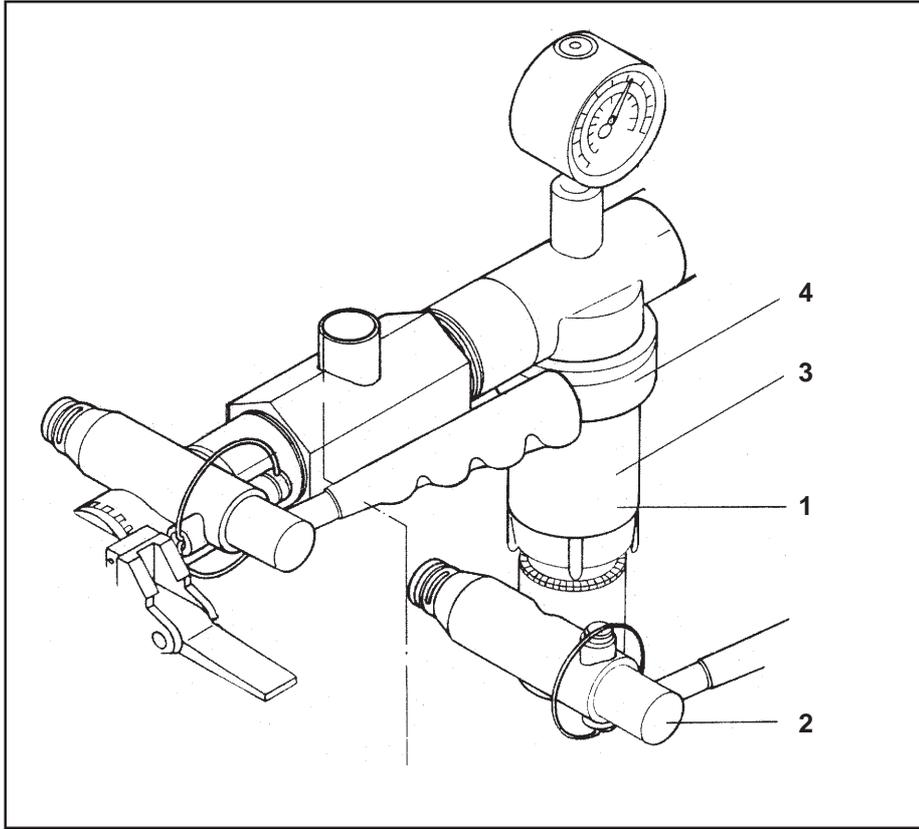

Рис. 7.7
- Отсоединить трубопровод, соединяющий смеситель и ступенчатый кран (рис. 7.7/2) (только с арматурой управления “В” и “D”).
- Отсоединить отстойник фильтра (рис. 7.7/3 или 7.8/2) от головки фильтра (рис. 7.7/4 или 7.8/4).